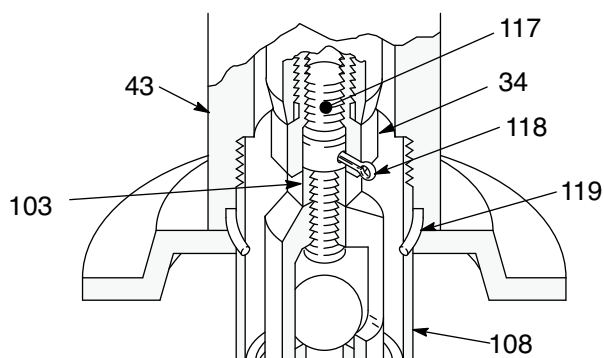

Рис. 12
25. Для подключения поршня к насосу ввинтите соединительный шток (117) в шток поршневого насоса (34). Установите шплинт (118). Удостоверьтесь, что уплотнительное кольцо (119), расположенное в нижней части переходника (43), находится в хорошем состоянии. Вставьте цилиндр в переходник и соедините резьбовое соединение. Закрутите насос с помощью ленточного ключа для окончательной затяжки (Рис. 12).